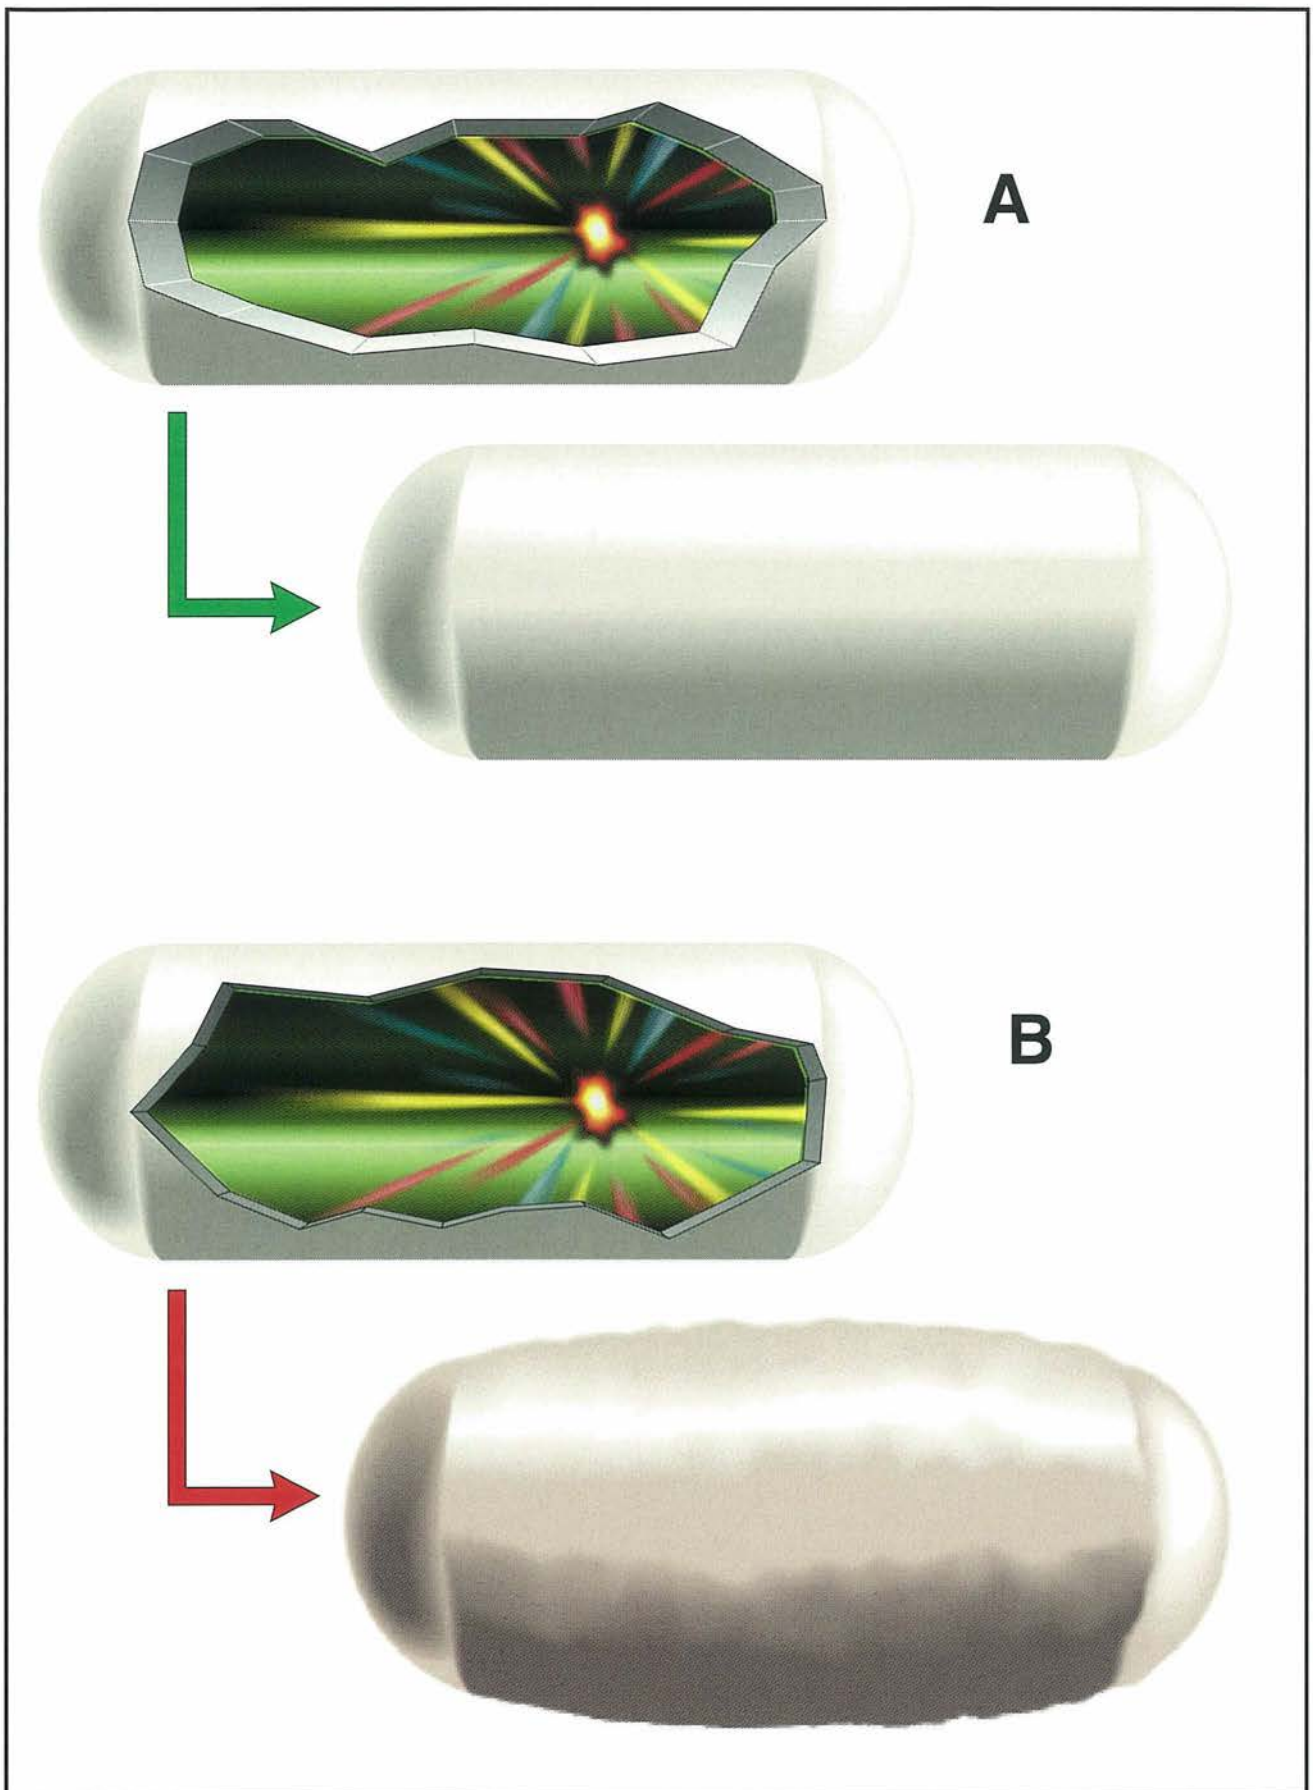

Figura 11: Esempi di cisterne resistenti alle esplosioni, prima e dopo l'esplosione
- sistema di costruzione resistente all'onda d'urto di un'esplosione; ossia vengono tollerate deformazioni permanenti, e in seguito all'esplosione può essere necessario riparare o sostituire le apparecchiature danneggiate (cfr. figura 11).